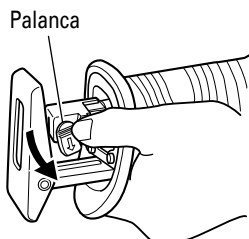

Fig. 6
- (2) Empuje la palanca en la dirección de la flecha indicada en la Fig. 6 y marcada en la misma. Si gira el manguito del sujetador hasta la mitad conseguirá asegurarlo automáticamente. (Fig. 6)
- (2) Después de haber empujado la palanca en la dirección de la flecha mostrada en la Fig. 6, gire la hoja de manera que quede dirigida hacia abajo. La hoja debe caer por su propio peso. Si la hoja no cae, extraígalas con la mano.